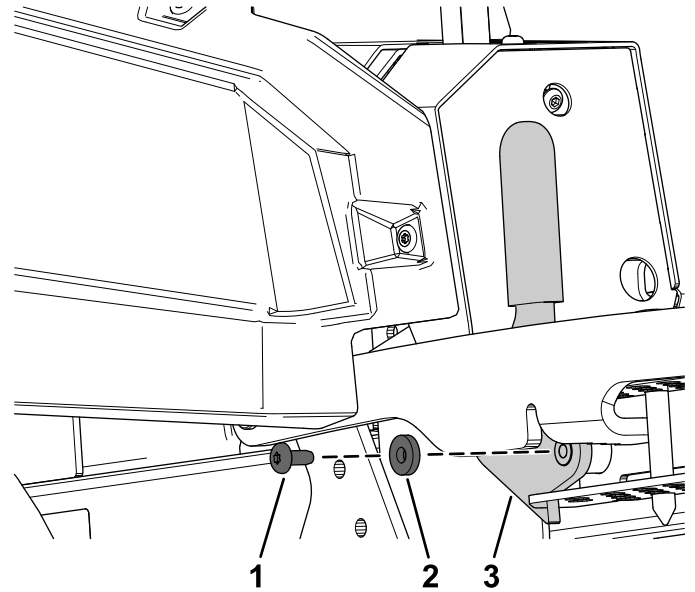

Bild 22
3. Entfernen Sie die Schraube, die Unterlegscheibe und die Transportsicherung (Bild 22).